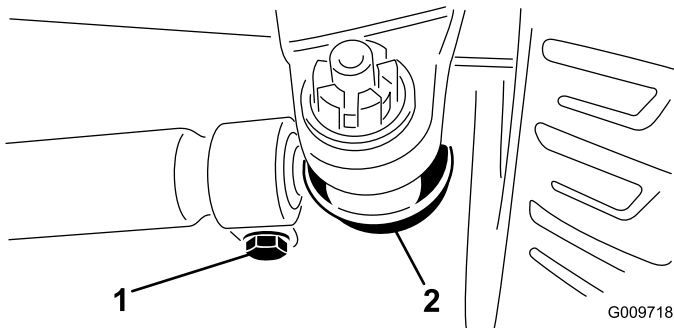

Figure 77
3. Pour le régler, retirez la goupille fendue et l'écrou de l'une des rotules de bielle (Figure 77). Déposez la rotule de bielle du support du corps d'essieu.
4. Desserrez les fixations aux deux extrémités des bielles (Figure 77).